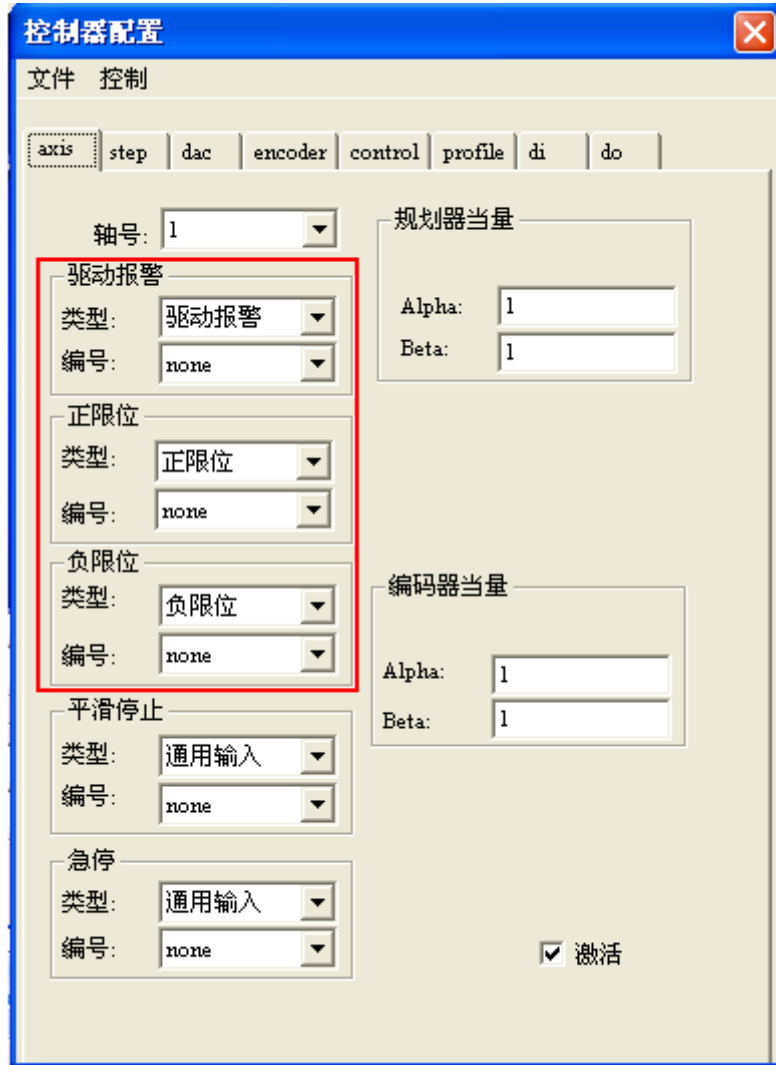

图 4-6 无效限位以及驱动报警设置
- 2) 图 4-5 控制器配置模块对话框中显示“axis”配置状态为轴 1 的驱动报警绑定在 1 号驱动报警信号上，正限位绑定在 1 号正限位信号上，负限位绑定在 1 号负限位信号上。此时，由于未接传感器，而控制器默认状态下以上信号都是触发的。因此，应将以上信号无效掉，即各编号设置为“none”，操作如图 4-6 所示：
- 1) 启动 MCT2008，如图 4-4 所示，复位控制器。点击主界面菜单“工具”->“控制器配置”，将会弹出控制器配置模块对话框，如图 4-5 所示。首先，将轴 1 的报警无效掉，如图 4-6 所示。接着，将标签页切换到“dac”标签页，选择 dac 编号 1，将 dac 绑定到轴 1 上输出，其他的设置采取默认的设置，如图 4-9 所示：
(4) 对话框右边的一排按钮可以对轴进行一些操作。
- a) 控制器存在伺服报警，此时请按图 4-6 重新进行设置并按图 4-8 写入到控制器中。